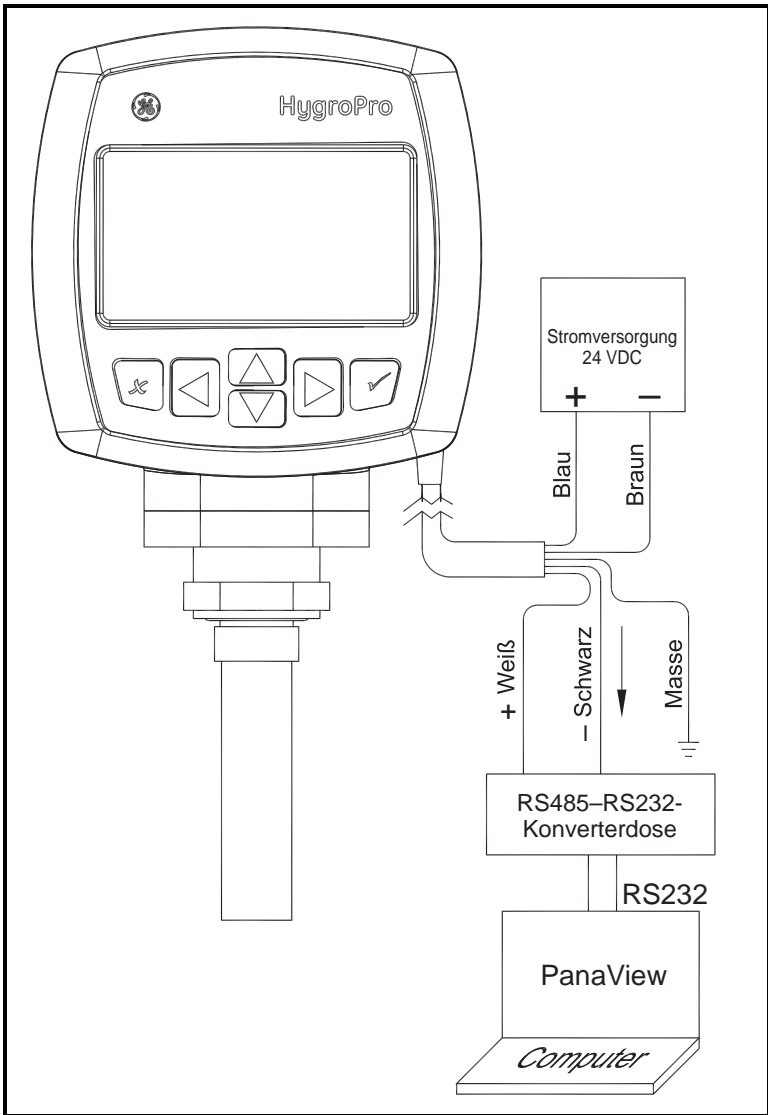

Abbildung 4: Verdrahtungsanschlüsse für digitale Kommunikation
2. Die Zuleitungsdrähte am anderen Ende des Messwandlerkabels wie in Abbildung 4 auf Seite 10 gezeigt anschließen, um den Messwandler an die Stromversorgung und den Computer anzuschließen. Eine Beschreibung der Zuleitungsdrähte im vom Werk gelieferten Kabel ist Tabelle 2 zu entnehmen.